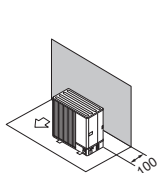

Fig. 2-9
- (1) Obstrucție sau suprafață închisă numai în spate (Fig. 2-9)